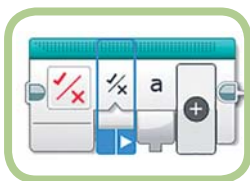

Рис. 12.13. Блок с выбранным значком
11. Выбери значок для логических значений ( $\times$ ). Теперь он должен отображаться в блоке в верхней части окна (рис. 12.13).